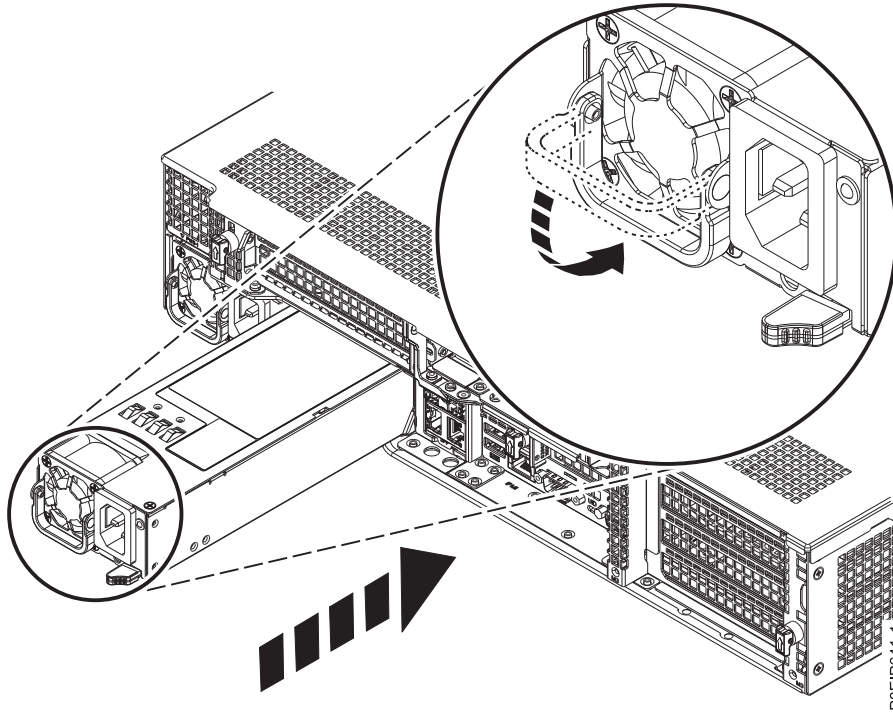

Figure 81. Remplacement d'une alimentation dans le système
2. Aligned l'alimentation avec la baie comme indiqué dans la figure 81. Le ventilateur se trouve à gauche et le connecteur à droite. Faites glisser l'alimentation dans le système jusqu'à son enclenchement.